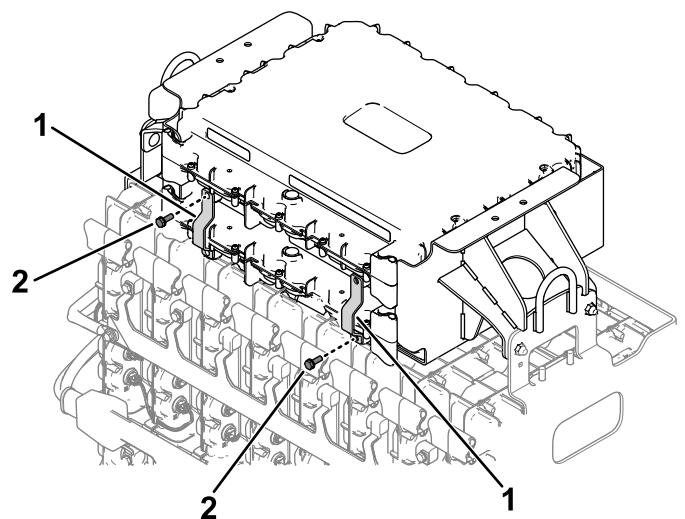
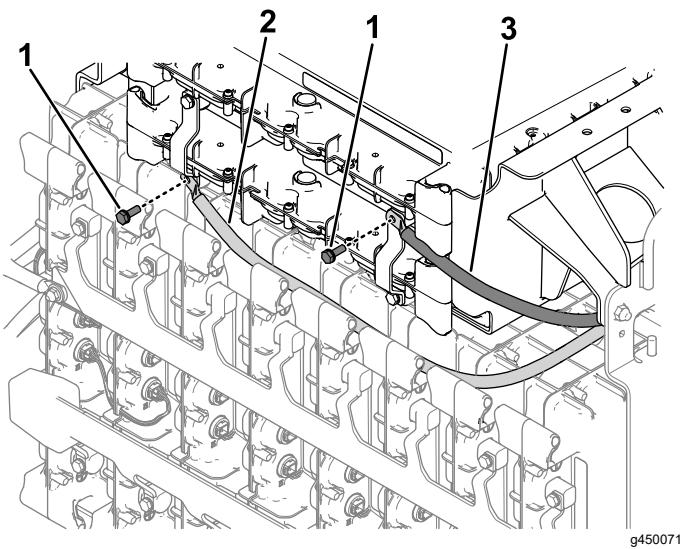
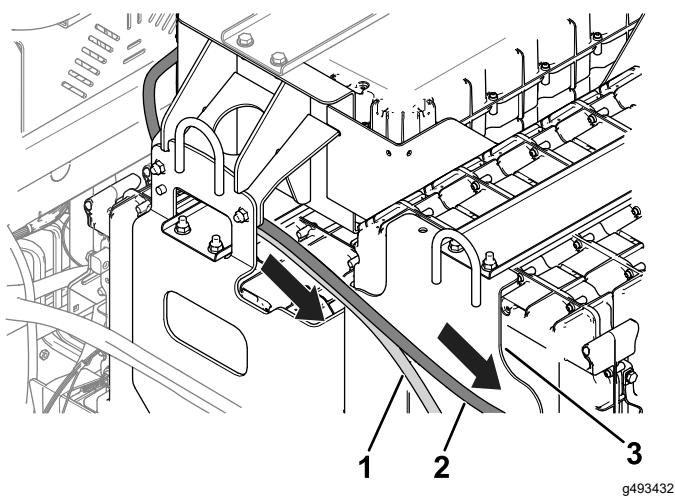

図 3
図4
図5
2. 2本の六角ボルト ( $1/4$ ") を使って、バスバーをバッテリーに仮止めする (図 3)。
3. 2本の六角ボルト(1/4")を使って、赤と黒のバッテリーケーブルを前の手順で取り付けたバスバーに接続する(図4)。
4. バスバーが正しく取り付けられていることを確認し、六角ボルト(図3および図4)を11 N·m(1.12kgm)のトルクで締め付ける。
5. 図4および図5に示すように、後部バッテリートレイに向かってバッテリケーブルを配線する。